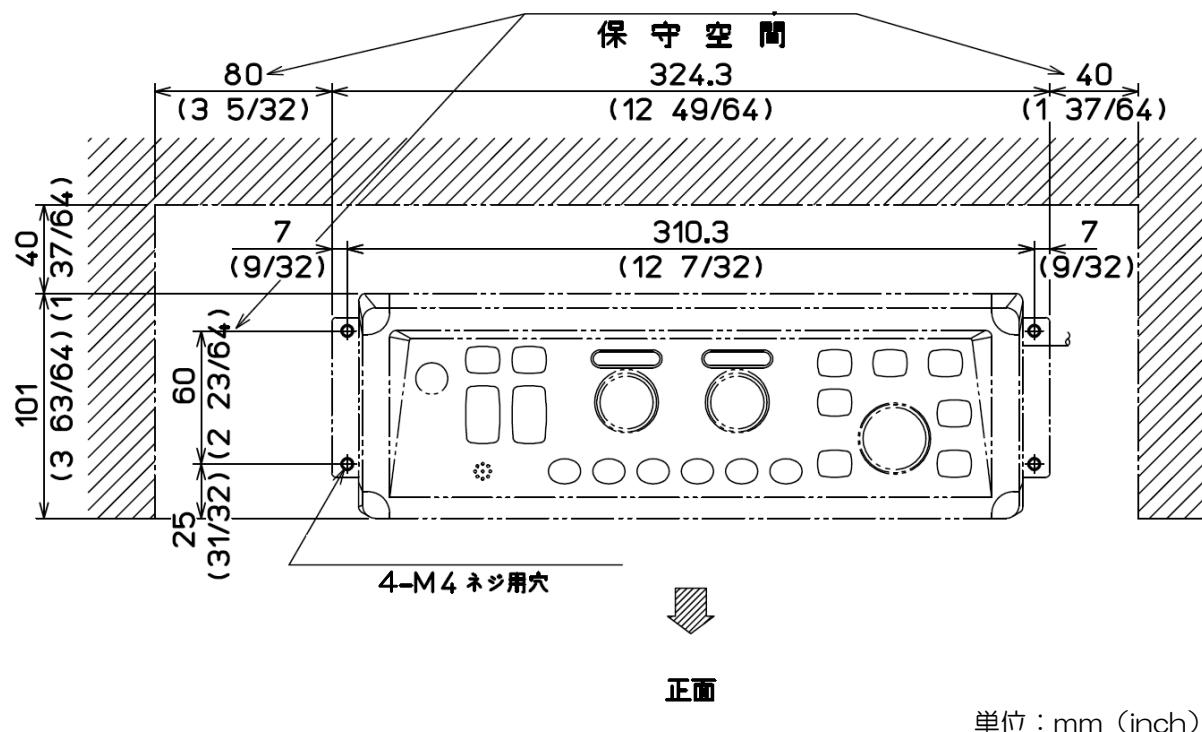

図 1.8 操作部の卓上取付時の保守空間
- (1) 図1.8の保守空間を設けて、操作部を取り付ける位置を決定してください
- (2) 設置場所に取付位置のマーキングをします。(図1.8参照)
- (3) 操作部枠の四隅にあるプラスチック製のコーナーキャップを外します。(上に引き抜くと簡単に外れます)
- (4) M4(4mm)ネジで取付金具を操作部に固定し、ステップ(3)ではずした4角のコーナーキャップ(4箇所)を差し込みます。
- (5) 取付金具とマーキング位置が合うかを確認します。不具合があればマーキング位置を修正します。
- (6) 4mmタッピングネジを使用し取付金具を固定します。(4箇所)(4mmネジは取り付け部の厚さに応じたネジを手配してください。)